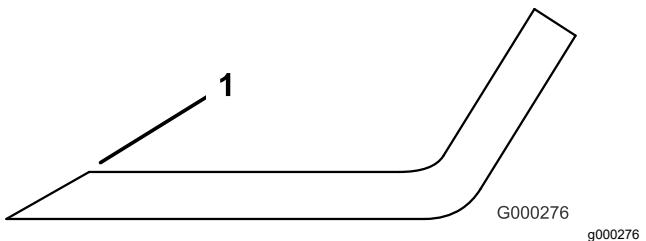

Figure 132
3. Examinez les tranchants de toutes les lames et aiguissez-les s'ils sont émoussés ou ébréchés (Figure 132).
**Remarque:** N'aiguisez que le haut du tranchant et conservez l'angle de coupe d'origine pour obtenir une coupe nette (Figure 132). Limez la même quantité de métal sur chacun des deux tranchants pour ne pas déséquilibrer la lame.